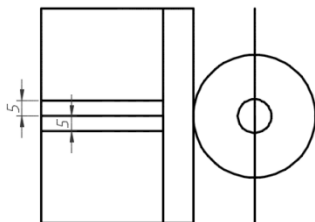

图 13-10 创建两条偏移线
8) 使用 OFFSET 命令创建两条偏移线，如图 13-10 所示，图中给出了偏移距离。